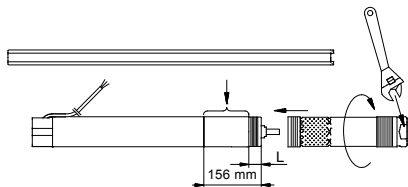

Fig. 6
1. inserire il motore orizzontalmente in una morsa e serrare, vedere fig. 6.
**Attenzione:** L'albero della pompa deve essere collegato con l'albero del motore. Servirsi di una chiave opportuna che imbrochi sui piani dell'estremità del corpo pompa opposta al motore, vedere fig. 6.